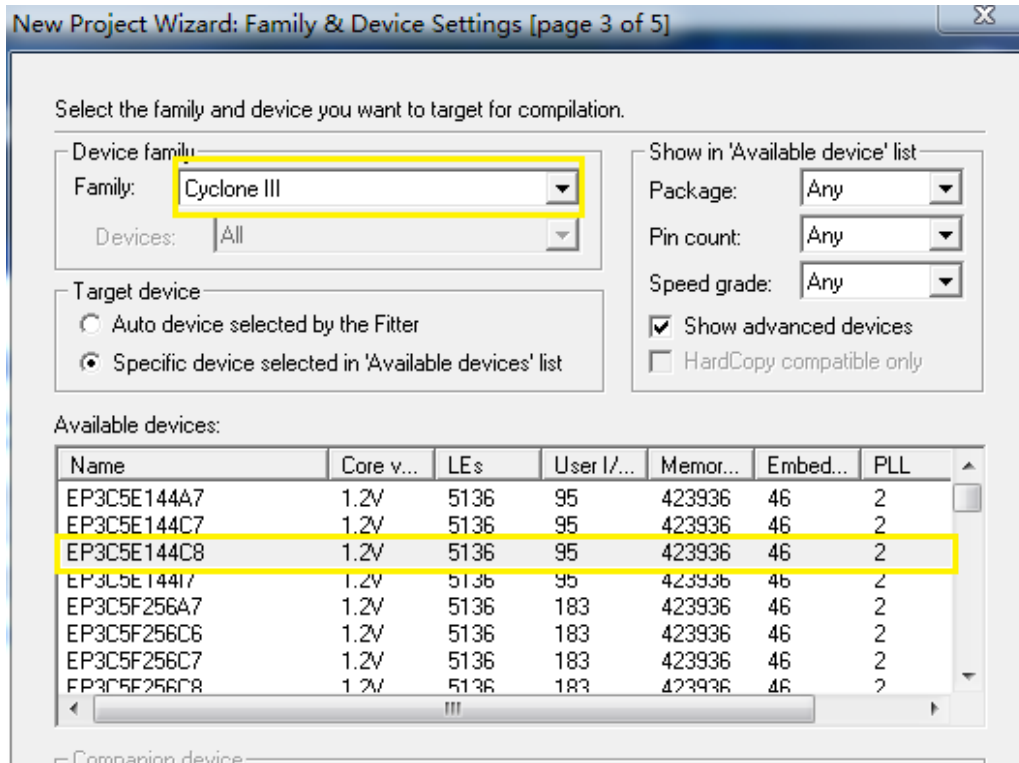

图 2 器件选择对话框
4. 点击“Next”，进入到图 2 所示的器件选择对话框，在“Family”下拉菜单中选择“CycloneIII”，在“Available Devices”列表栏中选择“EP3C5E144C8”。